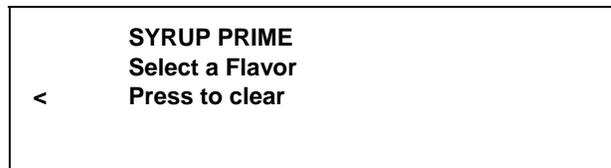

图 35
23. 按 CALIBRATION 键  以进入 SYRUP PRIME 模式。（见图 35。）